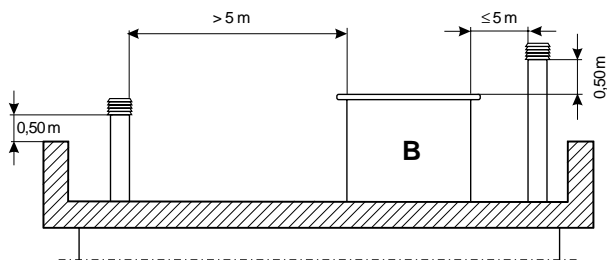
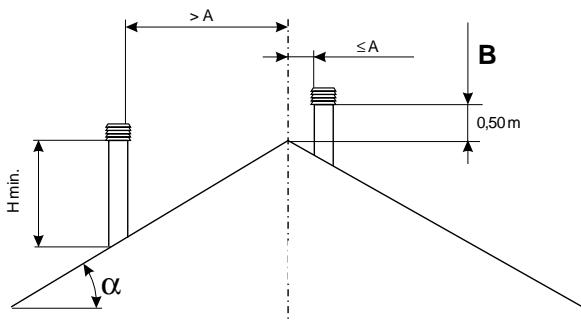

Fig. 5.2.4
Fig. 5.2.5
- In figura 5.2.4 (TETTO PIANO; **B** volume tecnico) e fig. 5.2.5 (TETTO INCLINATO; **B** oltre il colmo) vengono visualizzati i dati della tabella delle prescrizioni UNI 10683/98 relative alle distanze e al posizionamento dei comignoli.
- the data in the table of the UNI 10683/98 rules regarding distances and positioning of chimney tops are given in Fig. 5.2.4 (FLAT ROOF ; **B** Technical volume) and Fig. 5.2.5 (SLOPING ROOF ; **B** Above the ridge cap).